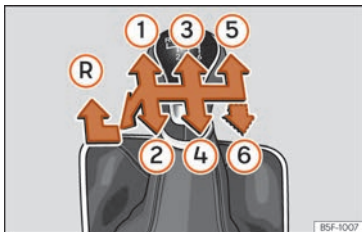

Abb. 213 Schaltschema bei einem 5-Gang bzw. 6-Gang Schaltgetriebe
Auf dem Schalthebel sind die Positionen der einzelnen Fahrgänge dargestellt » **Abb. 213**.
- Schalthebel auf Leerlauf stellen und nach unten drücken, ganz nach links und dann nach vorne schieben, um den Rückwärtsgang » **Abb. 213** einzulegen.